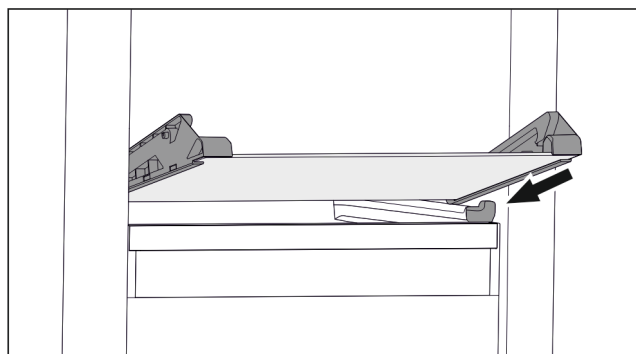

Fig. 108 Sklenená doska sklopnej zásuvky
- ▶ Nasadte sklenenú dosku šikmo za zádržkami. (pozri Fig. 108)